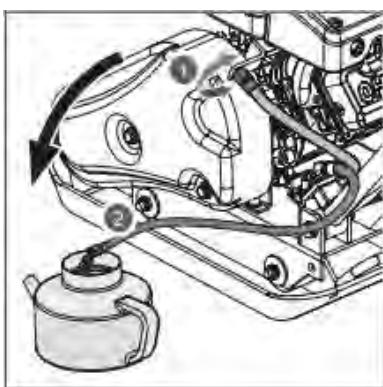

Рис. 19 Замена масла в двигателе
- (1) Техническое обслуживание должно осуществляться более часто, при работе в пыльных условиях.
- (2) Данный вид работ необходимо выполнять в авторизованном сервисном центре.
- 5. Открутите соединительную гайку шланга для слива масла от кронштейна крепления и слейте отработанное моторное масло через шланг в подготовленную для этого емкость (Рис. 19).